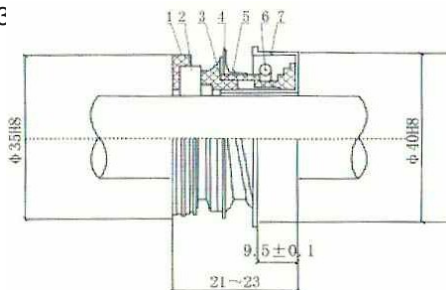

Fig. 3 Konstruktionschema för maskinförseglingen
- (1) Teoretiskt sett minskar lufttrycket och pumpens sughöjd när höjden ökar. Minskningen kan uppskattas genom att subtrahera det lokala atmosfärsvärdet från 10 m (metervattenspel).
- (2) Korta och raka rör är att föredra eftersom de kan minska onödiga förluster i rörledningen. Rörledningen måste stödjas för att undvika vibrationer och skador på pumpen genom tryck. Innan drift påbörjas måste du kontrollera anslutningsdelen mellan pumpen och rörledningen för att se om det finns något som sitter löst och vara särskilt uppmärksam på läckage i inloppsrörledningen.
- (3) Filternätet måste hålla ett visst avstånd till vattenytan, flodbotten och flodbanken; nätet måste vara nedsänkt i vattnet minst 0,3 m för att undvika insugning av luft och hålla ett avstånd på minst 1,2 m från flodbotten och flodbanken för att undvika att stenar eller vattenväxter sugs in.
- (4) När pumpen används på vintern ska du skruva loss dräneringskranen under pumpen och tömma ut vattnet ordentligt efter att maskinen har stängts av för att förhindra att den går sönder på grund av is eller frysning.
- (5) Om avståndet mellan pumphjulet och ytan på flödesledaren överstiger 1 mm kan pumpen fortsätta att användas efter att en justeringsbricka har lagts till på axelaxelns axelaxel.
- (6) När du byter maskinförsegling på självansugande pumpar ska du se till att applicera lim på anslutningen mellan stäldelen "#7" och pumpkåpan. När du fäster den ska du inte slå med kraft för att förhindra slitage och sprickor. Se fig. 3